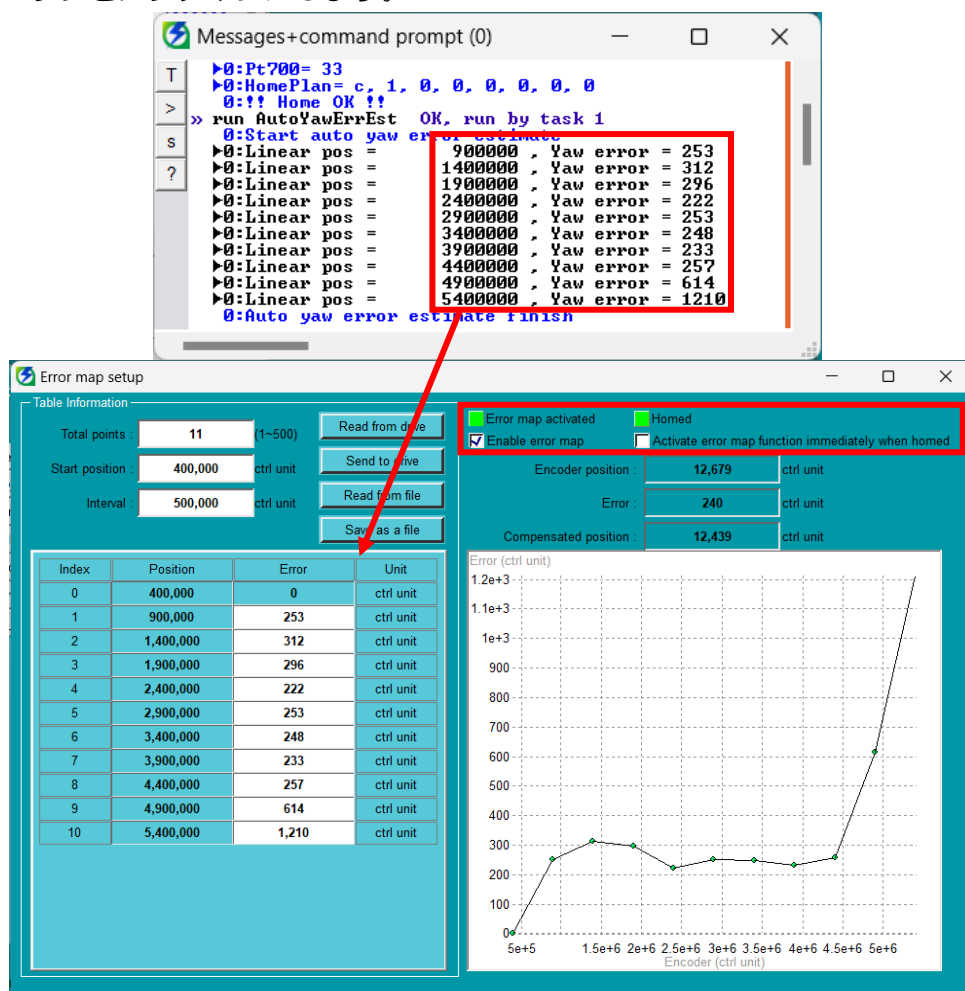

図 2.2.2.4 エラーマップの設定
Step 6. 図 2.2.2.4 に示すように、ガントリーヨー軸のエラーマップにヨーエラー値を入力し、エラーマップをアクティブにします。